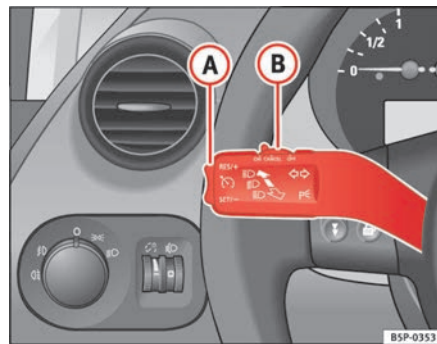

Fig. 146 Leva degli indicatori di direzione e degli abbaglianti: l'interruttore e il tasto di comando del regolatore di velocità
- Quando il veicolo raggiunge la velocità che si desidera impostare, premere una volta sulla parte inferiore del tasto **SET/-** ⇒ fig. 146 (A).